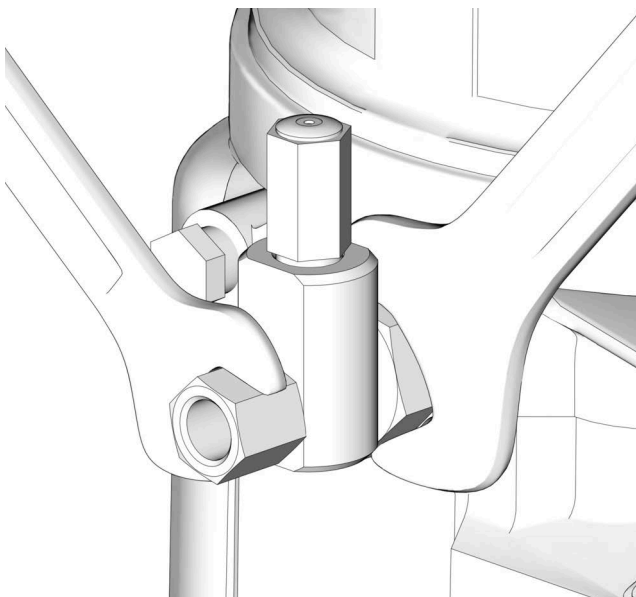

FIG. 12
- Toujours utiliser deux clés travaillant dans des directions opposées, pour raccorder quoi que ce soit à l'élément de pompe ou aux raccords auxiliaires. Voir FIG. 12 à titre d'exemple.